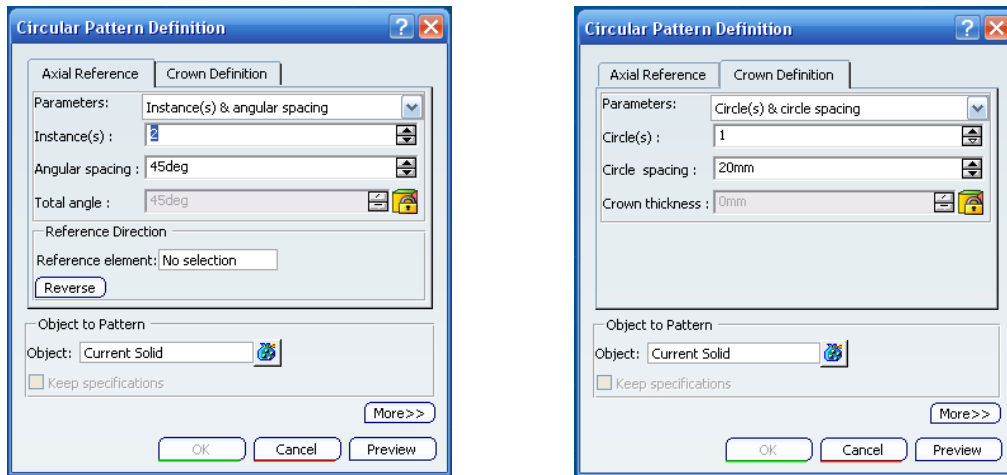

Ilustración 289: Ventanas de definición de una rejilla circular.
**Circular Pattern (Rejilla Circular).** En este caso se generará una rejilla circular. Las pantallas de definición de las dos direcciones que forman la rejilla son, en este caso, *Axial Reference* y *Crown Definition*, referencia axial y definición de la corona circular son las que aparecen en la Ilustración 289: